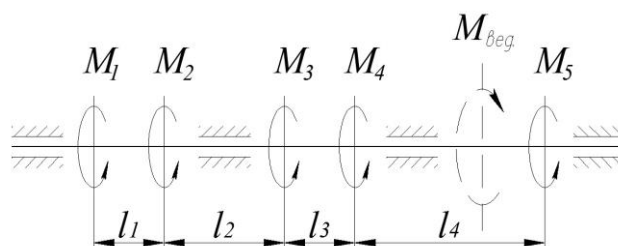

Рисунок 2.
1. Для гладкого вала (рис. 2), вращающегося с заданной угловой скоростью ω , из условия прочности по заданным значениям нагрузочных моментов (M_i) определить рациональное расположение ведущего шкива приводного двигателя и передаваемую им мощность ($N_{вед}$), а также построить эпюру крутящих моментов, возникающих в поперечном сечении вала. (Под $M_{вед}$ понимается уравновешивающий момент ведущего шкива).